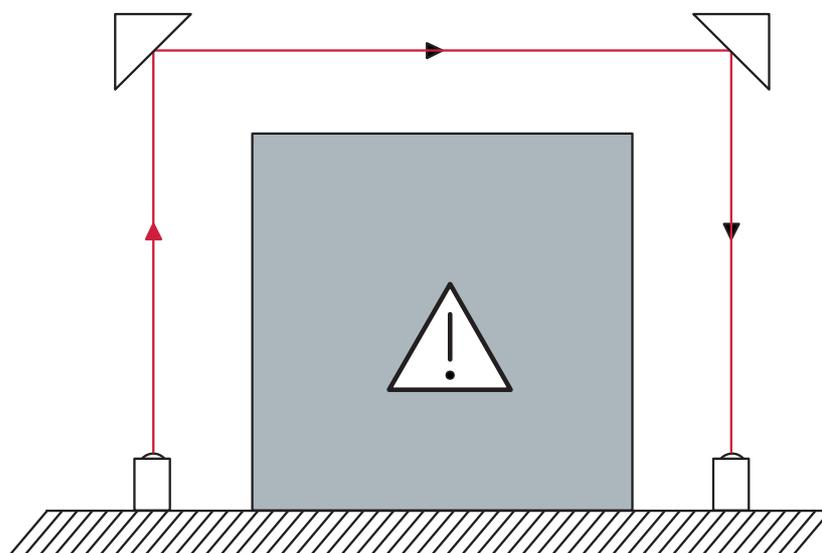

Figura 6.5: Disposición de los espejos deflectores
- Disposición de los espejos deflectores de modo que el eje óptico discorra de forma centrada respecto al espejo (ver figura 6.5).